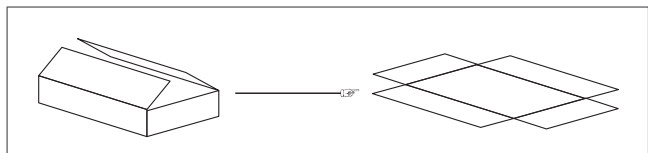

fig. 1
- 4) Use the carton package as an underlayer to prevent damages while building-up.- fig.1
- 4) Benutzen Sie eventuell die Verpackung als Unterlage, um Beschädigungen während des Zusammenbaus zu verhindern.- fig.1
- 4) Gebruik eventueel de verpakking als ondergrond om beschadigen tijdens het monteren te voorkomen.- fig.1
- 4) Utilisez éventuellement l'emballage comme base pendant l'assemblage, afin d'éviter l'endommagement de l'article.- fig.1